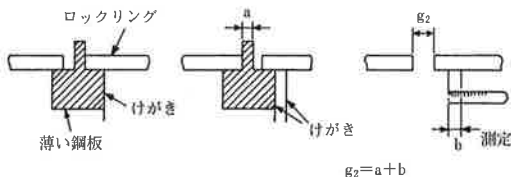

図18 測定例
- (2) 受口と挿し口のすき間は狭いので、図18の方法で測定すると便利である。